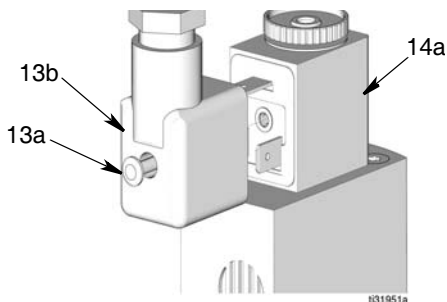

FIG. 36
7. Afrouxe o parafuso (13a) na parte traseira do conector solenoide mini-DIN (14a) e desconecte-o do conector do solenoide (14a). Descarte o conjunto do cabo (FIG. 36).
3. Reconecte o conector DIN (13b) ao conector do solenoide (14a) (FIG. 36).